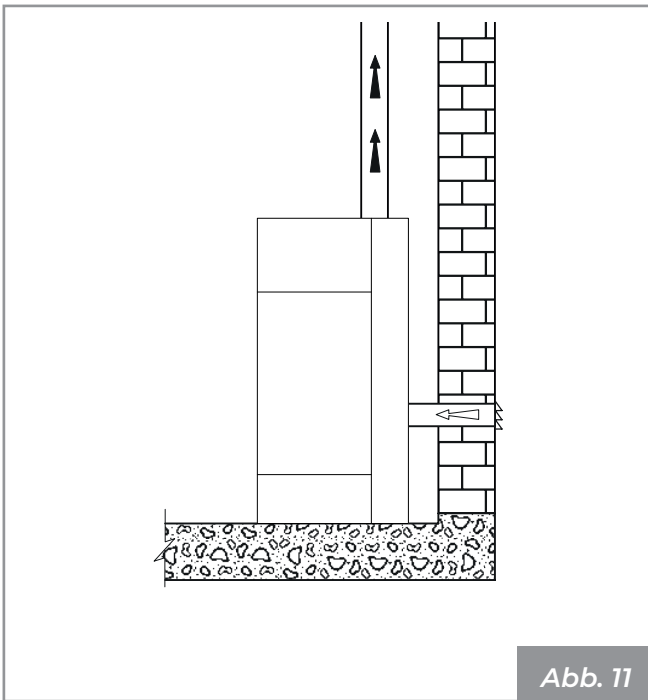

Abb. 11
- direkt von außen mit direktem Anschluss an die Brennkammer kommen (**Abb. 11**).
- den Verbrennungslufteinlass des Geräts mit einem geeigneten Kanal an den Lufteinlass anschließen (**Abb. 11**).